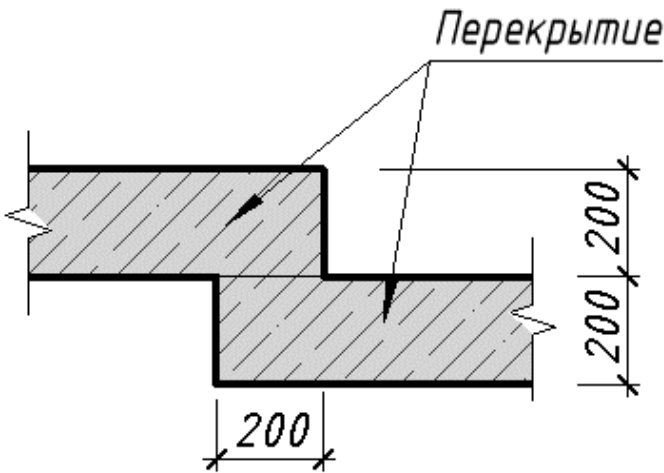

Рисунок 5.7.2 – Перекрытия на разных отметках
- При наличии перекрытий с перепадами высот, пространство между перекрытиями моделировать стеной, если перепад не превышает толщину перекрытий, то моделирование стены не требуется (Рисунок 5.7.2).